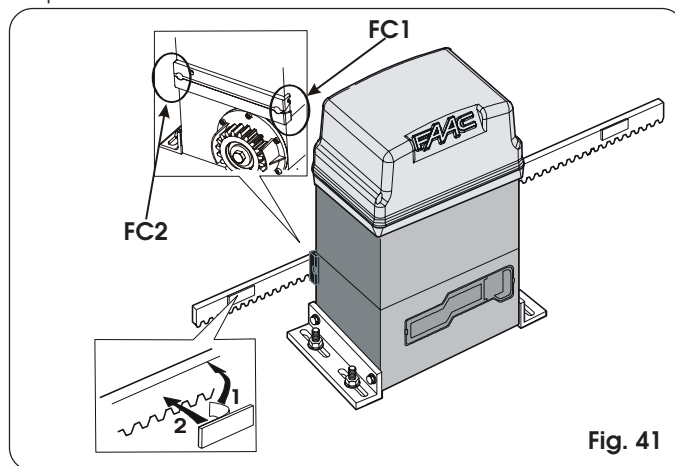
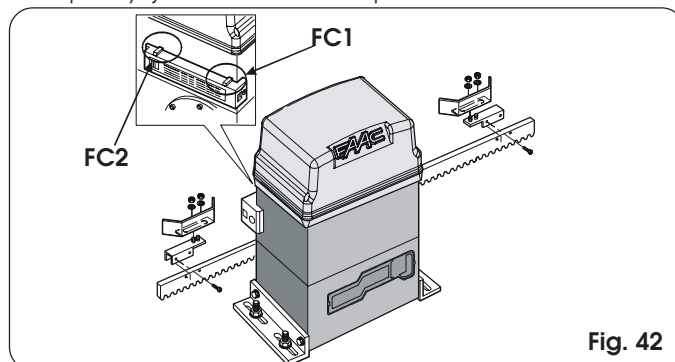

Fig. 41
Fig. 42
El operador 746 está provisto de un sensor de fin de carrera que, al detectar el paso de una referencia aplicada en la cremallera, manda la parada del movimiento de la cancela. El dispositivo puede ser del tipo MLS (fig. 41) o inductivo (fig. 42).
- 10) Limpien la cremallera en los puntos de aplicación, quiten la película colocada en la parte adhesiva de los imanes (fig. 41 ref. 1) y coloquen de nuevo los imanes con la banda adhesiva en contacto con la cremallera (fig. 41 ref. 2).
- 1) Ensamble el fin de carrera centrando la chapa respecto a los pernos roscados del soporte (Fig. 42).